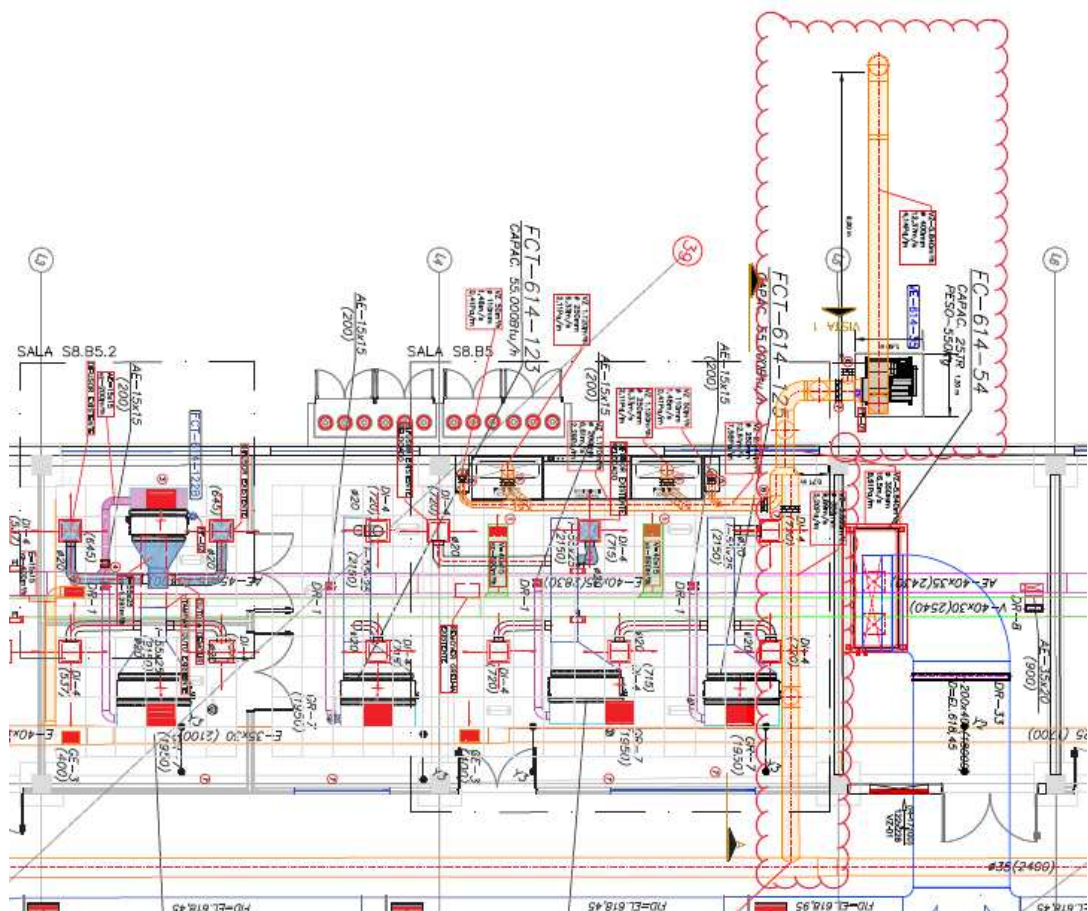

Figura 7 – Duto de Exaustão S8
- Fornecimento e instalação de duto em PP na entrada do ventilador de exaustão, conforme sinalizado na figura 7 como escopo de instaladora e descrito abaixo: